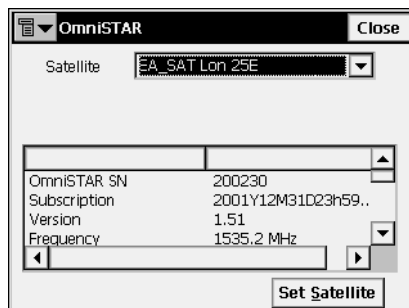

Figura 5-12. Estado de OmniSTAR
- **Estado:** abre la pantalla OmniSTAR para ver información sobre el vínculo de OmniSTAR y el pupitre del receptor OmniStar (Figura 5-12).